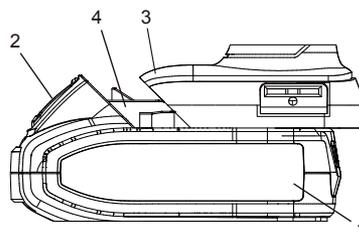

Fig. 3
- Retirez la batterie déchargée (1) de la perceuse en enfonçant le bouton de dégagement (2) de la batterie vers le bas et en faisant glisser la batterie vers l'arrière jusqu'à ce qu'elle soit délogée de la poignée (3) de la perceuse (Fig. 3).
- Faites glisser la batterie entièrement chargée sur les clés correspondantes (4) dans la poignée de la perceuse, là d'où la batterie déchargée a été retirée.